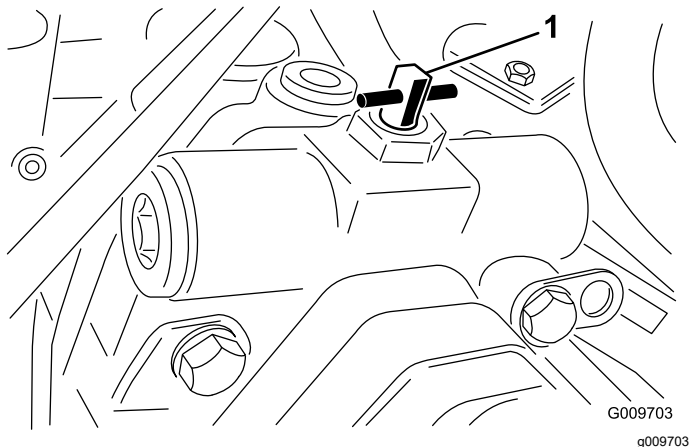

Figure 40
2. Tournez la vanne de dérivation à 90° (1/4 de tour) dans un sens ou dans l'autre pour l'ouvrir et dériver l'huile à l'intérieur de la transmission (Figure 40). Il sera alors possible de déplacer la machine lentement sans endommager la transmission. Notez la position de la vanne quand vous l'ouvrez ou la fermez.